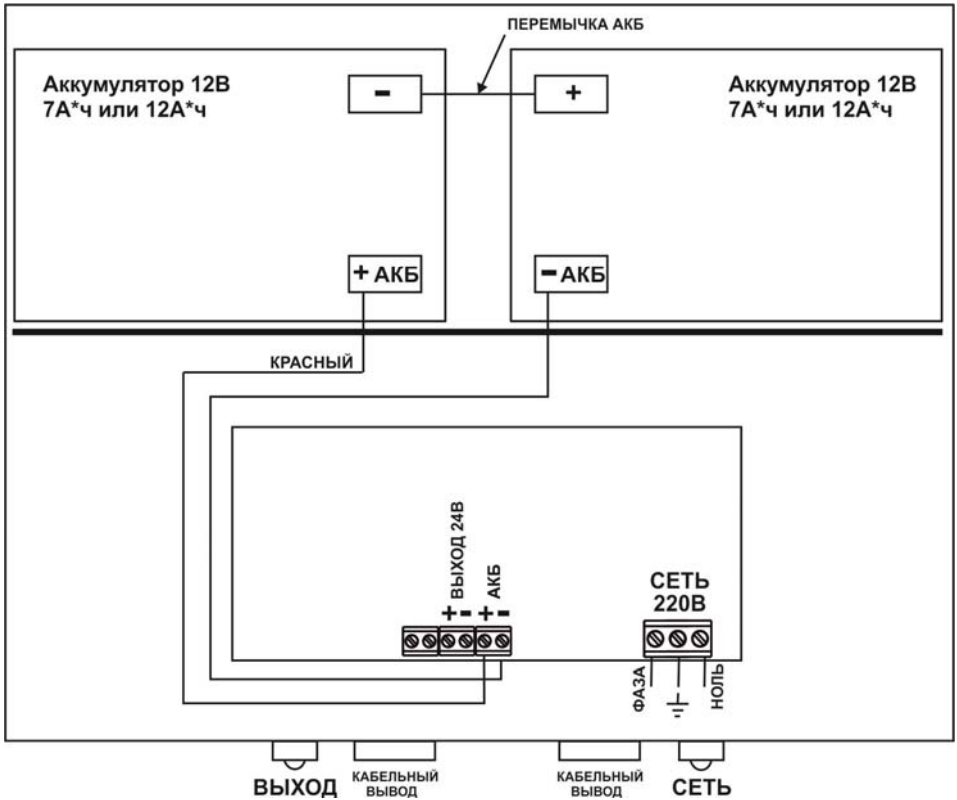

Рисунок 1. Вид источника с открытой крышкой (схема подключения)
Подвод соединительных линий осуществить через кабельные вводы, которые расположены на нижней стенке корпуса (см. рисунок 1 Приложения).
Подключение источника производится при отключенном сетевом напряжении и открытой крышке (см. рисунок 1 Приложения) в следующей последовательности:
- подключить клеммы АКБ к колодке с учетом полярности (см. рисунок 1 Приложения);